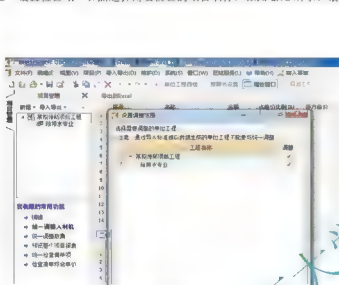

图 3.67 调取给排水专业工程
- (1) 在项目管理界面，在某招待所项目工程数据中，假设在甲方要求下需调整塑料管道的市场价格，可运用常用功能中的【统一调整人材机】进行调整，如图 3.67、图 3.68 所示。
- (2) 统一调整取费。根据招标文件要求可同时调整两个标段的取费，在项目管理界面下运用常用功能中的【统一调整规费】进行调整。